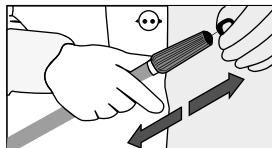

Рисунок 3 – Чистка сопла
15. Если сопло засорится, отсоедините распылитель от ручного пистолета и прочистите сопло при помощи штифта, см. рис. 3.